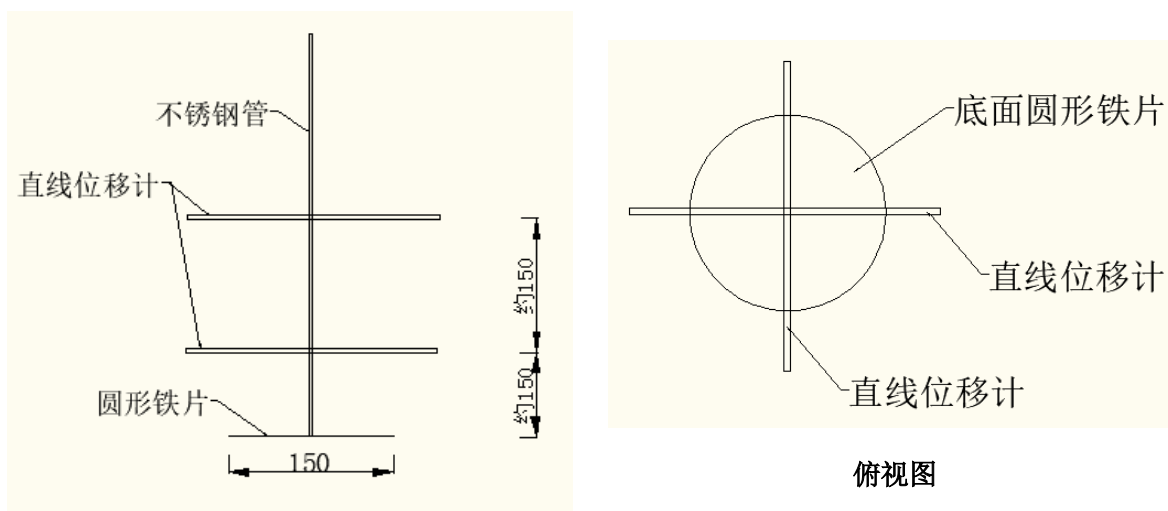

图 6 位移计整体设置示意图（单位：mm）
(2) 位移计：位移计由上下两层十字交叉设置，测量模型内壁上下两层两个方向上的位移，合计 4 个直线位移计，如图 6 所示。